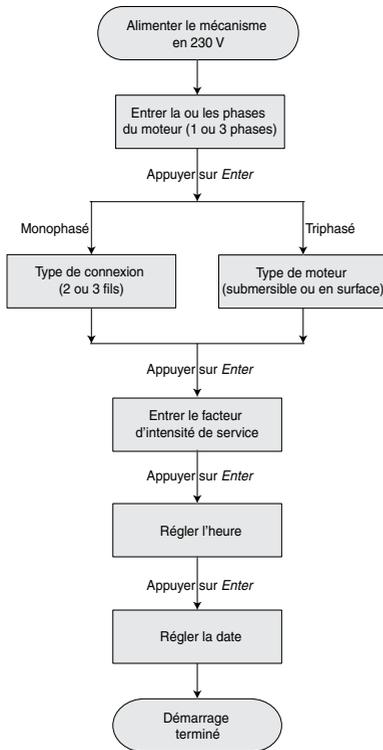

Figure 10 – Guide de configuration du mécanisme d'entraînement.
1. **Programmation du mécanisme d'entraînement** : Mettre sous tension le PENTEK INTELLIDRIVE. *Setup Guide* (Guide de configuration) s'affichera. Procéder comme il est indiqué à la Figure 10.